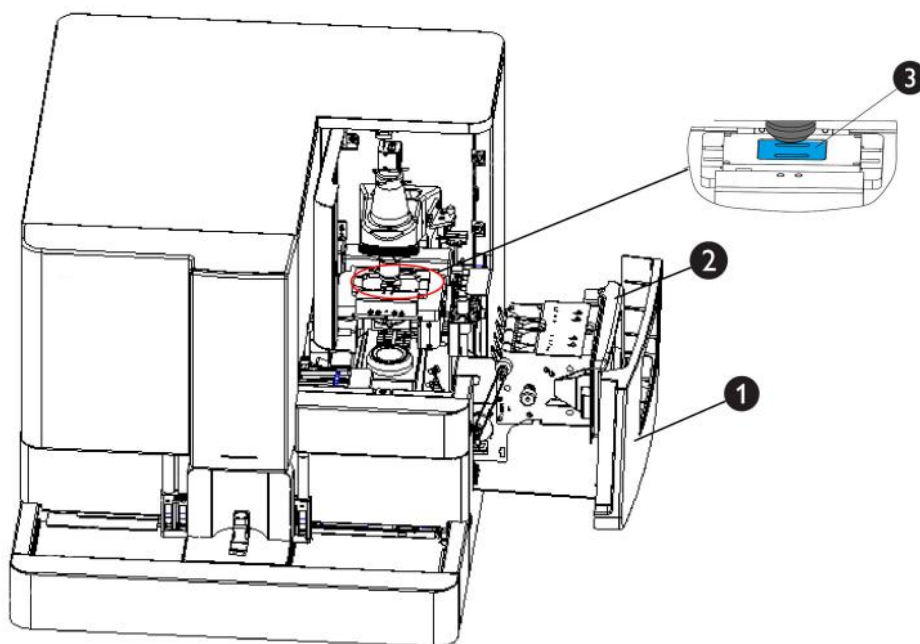

Figura 10-2 Banho de contagem de limpeza
- Empurre a tampa dianteira do analisador para cima (1).
- Se a lente da câmera estiver logo acima do banho de contagem, gire a lente para revelar o banho de contagem (2).
- Mergulhe o swab em álcool e use-o para limpar a superfície do banho de contagem (3).
- Use um swab para limpar a superfície do banho de contagem (*Figura 10-2 Banho de contagem de limpeza*, posição 3) suavemente.